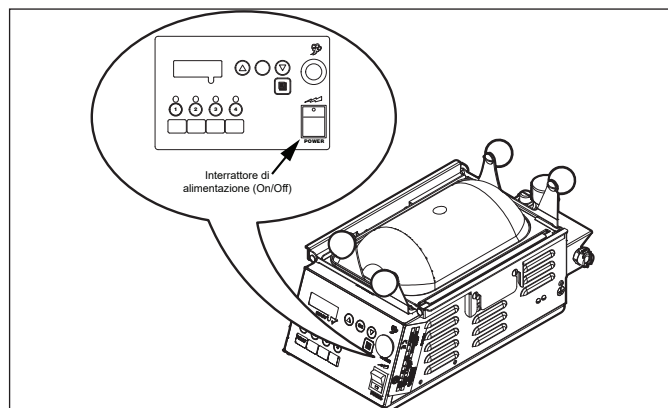

Figura 5. Pannello di Controllo e Interruttore di Corrente
1. Tener premuto il pulsante **PROGRAM** (programma) finché **"CYC"** appare sul display (Figura 5) poi rilasciare il pulsante **Program** (Programma).
NOTA: Per salvare le modifiche di Programmazione, assicurarsi di premere il tasto **PROGRAM** (Programma) (Figura 5) non appena vengono fatte le modifiche.